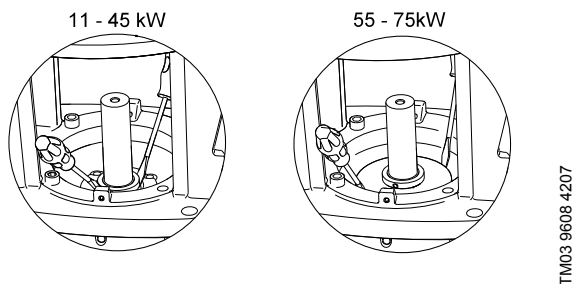

Рис. 5 Удаление уплотнения вала
6. С помощью двух отверток высвободить уплотнение вала (поз. 105/105а) из головной части насоса (поз. 2) и снять его с вала (поз. 51). Сммотри рис. 5.